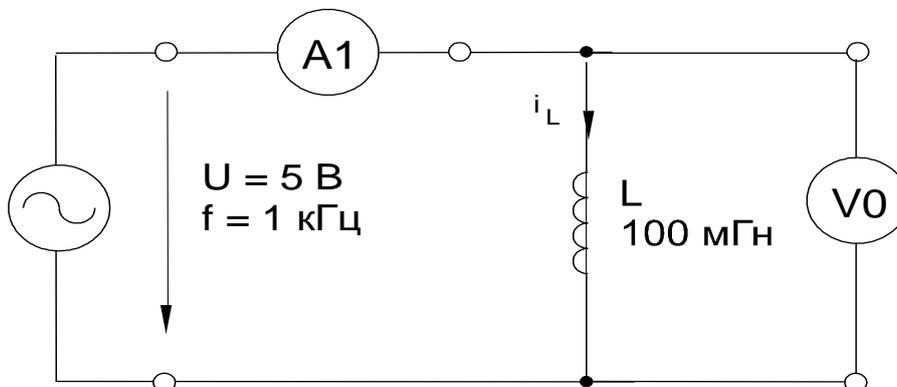

Рисунок 7.2 – Схема электрической цепи
- Соберите цепь согласно схеме (рис. 7.2), подключите к ее входу регулируемый источник синусоидального напряжения с параметрами: $U=5\text{В}$, $f=1\text{кГц}$.